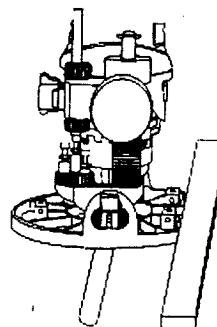

Fig. 20
1. Dibuje la linea en el sitio de la pieza en donde desea hacer el corte (vea la fig. 20).